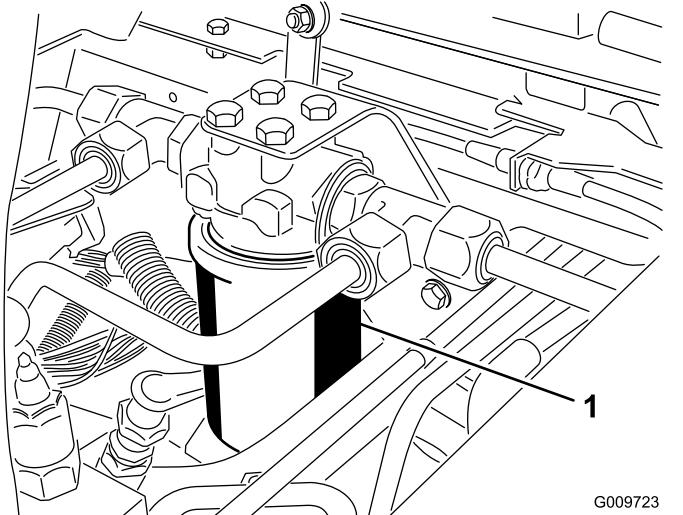
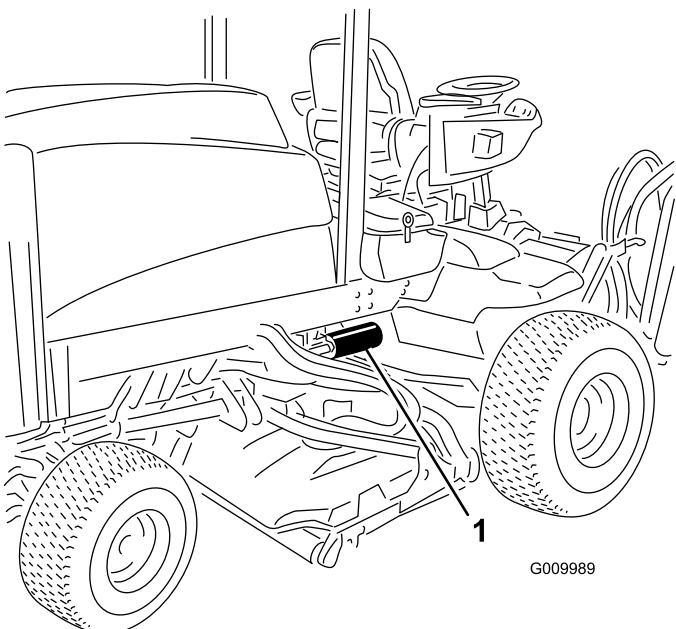

Figura 60
Figura 61
3. Collocate una bacinella di spурgo sotto il filtro (Figura 60 e Figura 61).